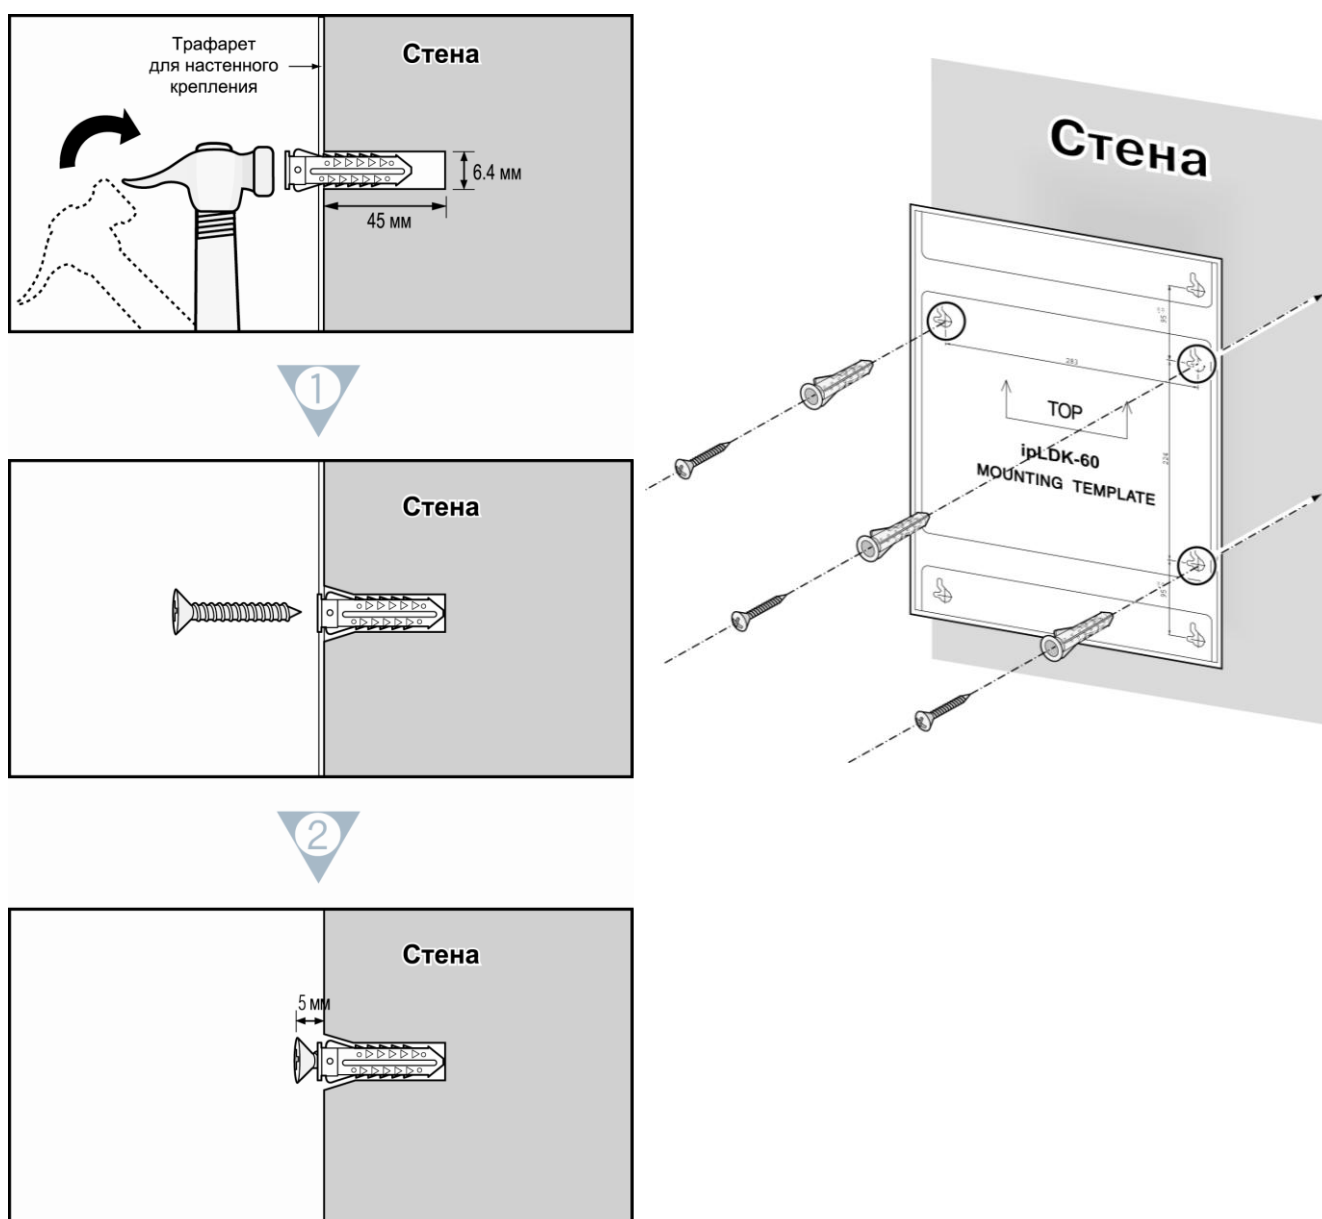

Рис. 3.3.2.1а Установка трафарета для настенного монтажа
2. Закрепите в стене 3 дюбеля, используя трафарет для настенного крепления, поставляемый в комплекте с системным блоком (Рис. 3.3.2.1а). Возможна установка блока расширения, как в вертикальном, так и в горизонтальном положении.
4. Аккуратно повесьте системный блок на саморезы. (Рис. 3.3.2.16).
2. Прикрепите стоечное крепление на нижнюю часть корпуса системного блока как показано на рис. 3.3.2.2а и прикрутите шурупами в направлении по часовой стрелке.
3. Стоечное крепление с находящейся в нем системой закрепите на стойке с помощью 4 шурупов (Рис. 3.3.2.26).